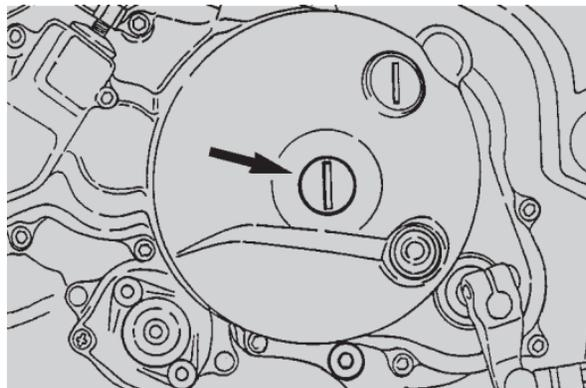

Fig. 19
- svitare il coperchio carter frizione con un cacciavite o una moneta (Fig. 19);